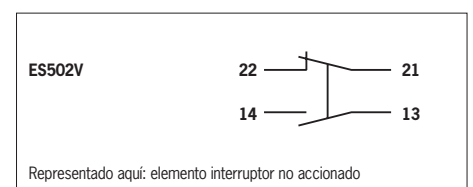

Fig. 2: Elemento interruptor y asignación de contactos
3. Establezca la conexión y apriete los bornes (para la asignación de contactos, consulte la Fig. 2).